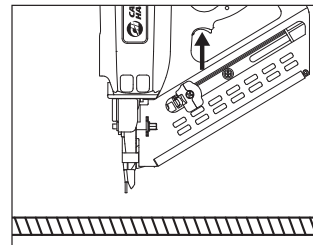

Figure 14
2. Retirer l'outil de la surface de travail. Tirer sur la gâchette et maintenir enfoncé pendant cinq secondes. L'outil **NE DOIT PAS** s'activer tandis que la gâchette **NE DOIT PAS** s'enfoncer complètement (voir la figure 14).